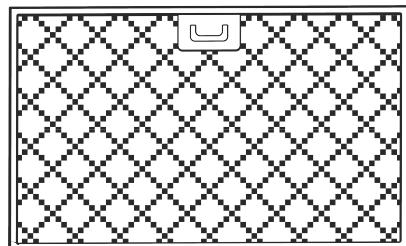

Рис. 10
- снять алюминиевый фильтр **1** (**рис.8**), формат фильтров показан на (**рис.10**);